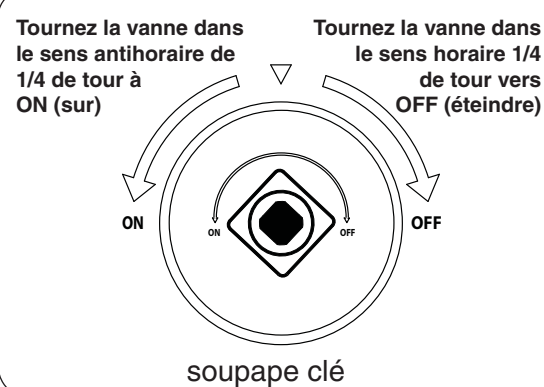

Fig. 28-2
4. **Tout en maintenant le bouton d'allumage dans, vérifiez que l'étincelle de l'électrode est mise à la terre sur le tube de flash, puis tourner progressivement la vanne clé contre-sens horaire un virage sur la position ON (allumer) 1/4 (voir Fig. 28-2). Votre graveur doit allumer.**
Pour éteindre votre brûleur à gaz, tournez la vanne clé en sens horaire d'un tour à la position **OFF (ÉTEINDRE) 1/4** (voir Fig. 28-2). Assurez-vous que le bouton de commande est tourné à fond au large pour éviter toute fuite de gaz.